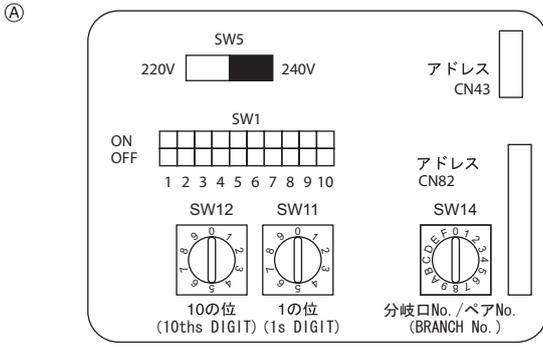

Fig. 5-5
5.5. Adreslerin düzenlenmesi (Fig. 5-5)
- ① Adres ayarının yapılması